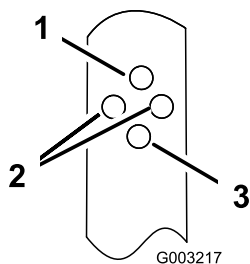

Figure 16
2. Insérez le boulon dans le trou de chaque support de sorte à régler le guidon à la hauteur voulue (Figure 16).